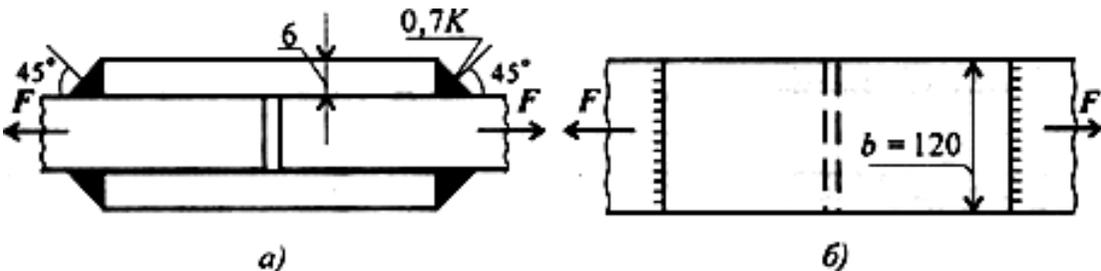

Рис. 24.4
1. Нагрузка передается последовательно через два шва слева, а далее — два шва справа (рис. 24.4). Разрушение угловых швов происходит по площадкам, расположенным под углом 45° к поверхности соединяемых листов.